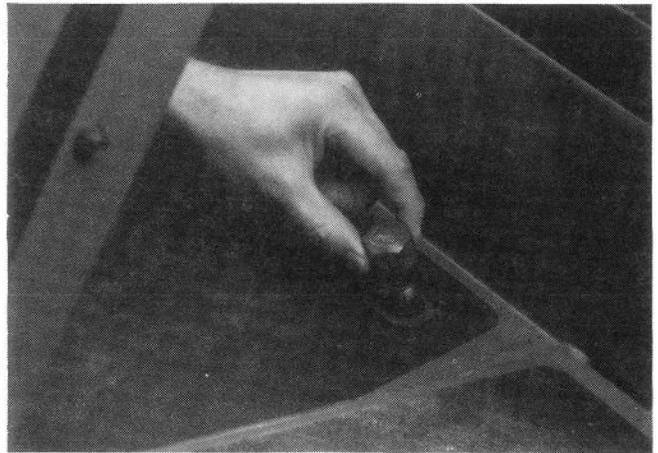

Fig. 9
2. Svitare il tappo dell'asta di misurazione dell'olio (Fig. 9) dal collo del bocchettone della trasmissione, ed asciugatelo con un panno pulito. Avvitare l'asta di misurazione nel collo del bocchettone. Togliere l'asta e verificare il livello dell'olio.